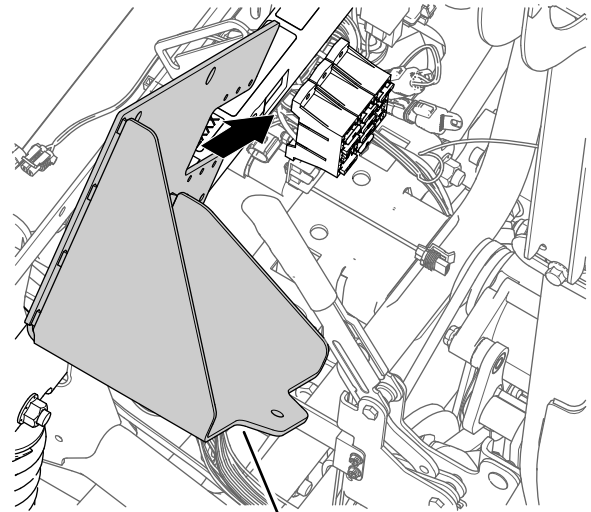

Bild 173
1. Fluchten Sie die neue Batteriehalterung mit dem Stützrohr des Stoßdämpfers der Maschine und den Sicherungskästen aus (Bild 173).